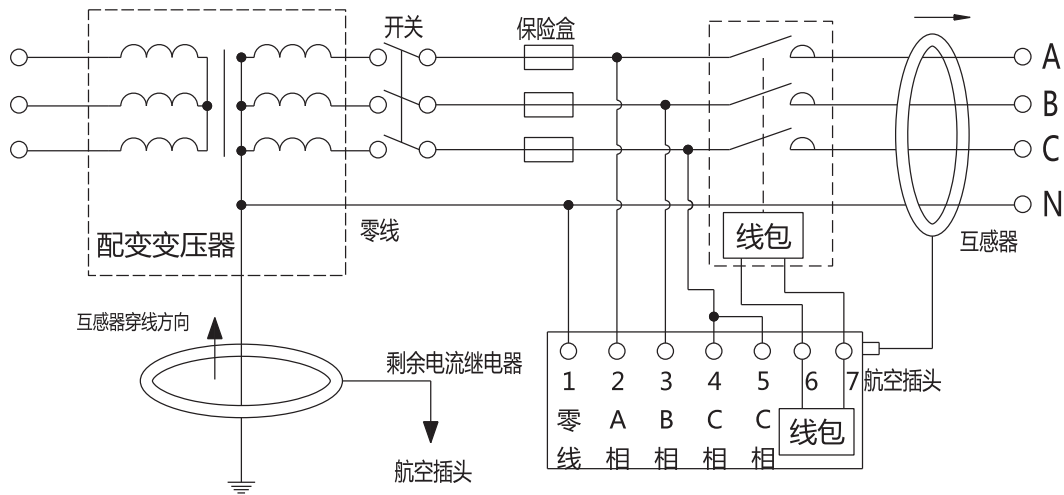
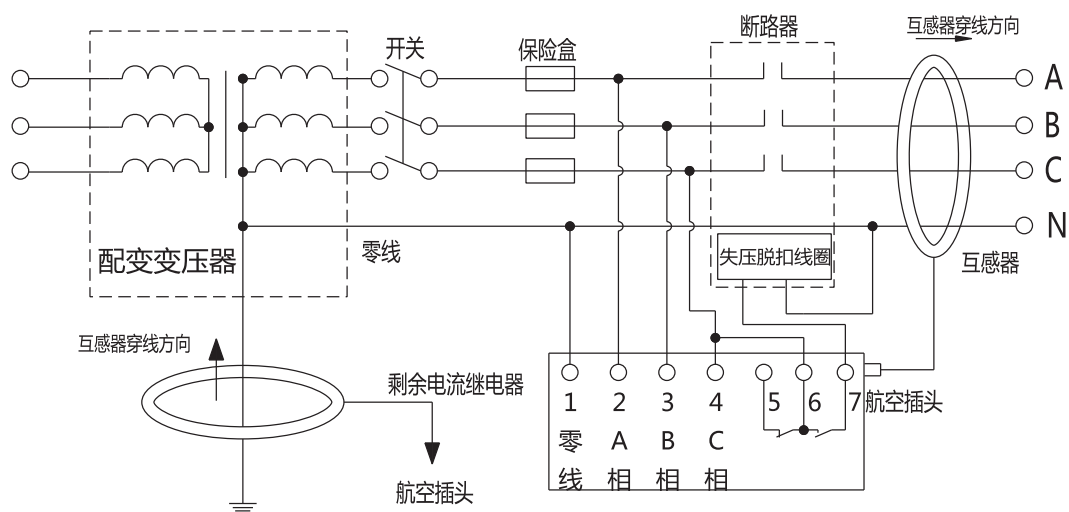

图6 RDJD8 节能型配AC380V接触器接线图
图11 RDJD8 触点输出型AC220V失压脱扣断路器接线图
5.4 剩余电流动作继电器案例电气原理图 (见图6~图11)